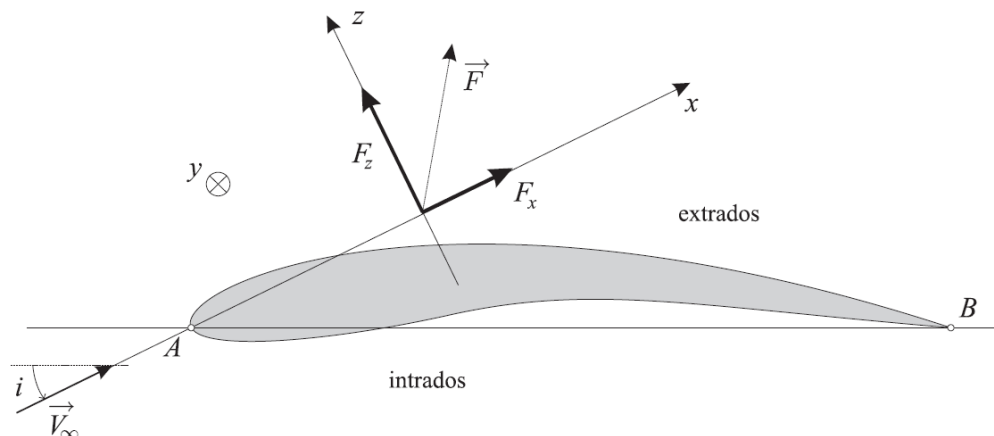

FIG. 6 – Profil d'une aile
Les données relatives aux caractéristiques aérodynamiques d'un profil d'aile d'avion sont mentionnées sur la figure 6. On suppose que ce profil est invariant dans la direction y sur toute la largeur de l'aile. Les points A et B sont les points d'arrêt, il s'agit du premier et du dernier point du profil en contact avec le fluide. La distance AB est appelée la corde de l'aile. Dans le plan de section orthogonale à la largeur de l'aile, la direction x est déterminée par la vitesse relative du fluide \vec{V}_∞ et la direction z par la normale à x orientée vers l'extrados. Sur la figure (6), la force \vec{F} est la résultante des forces appliquées à l'aile.